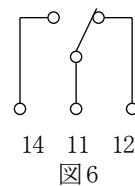

図6
- (2) ケーブル導入孔に接続するケーブルは締付けねじで固定してください。(締付トルク : 2.0~2.5 N・m)
- (3) 接続する電線は AWG10~6 断面積 5.5~14mm2 (推奨) を使用してください。
- (4) 接点出力端子の性能を表2に、接点出力端子の回路図を図6に示します。